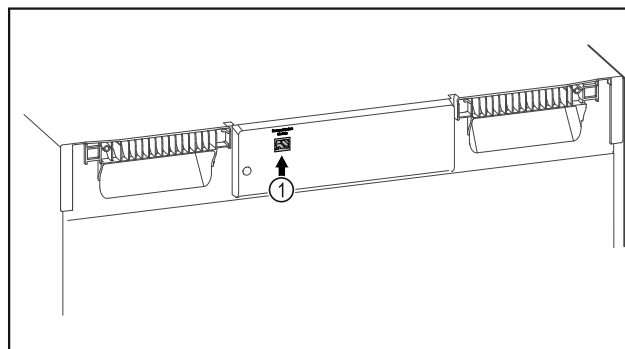

Fig. 87
- SmartModule Fig. 87 (1) is geplaatst.